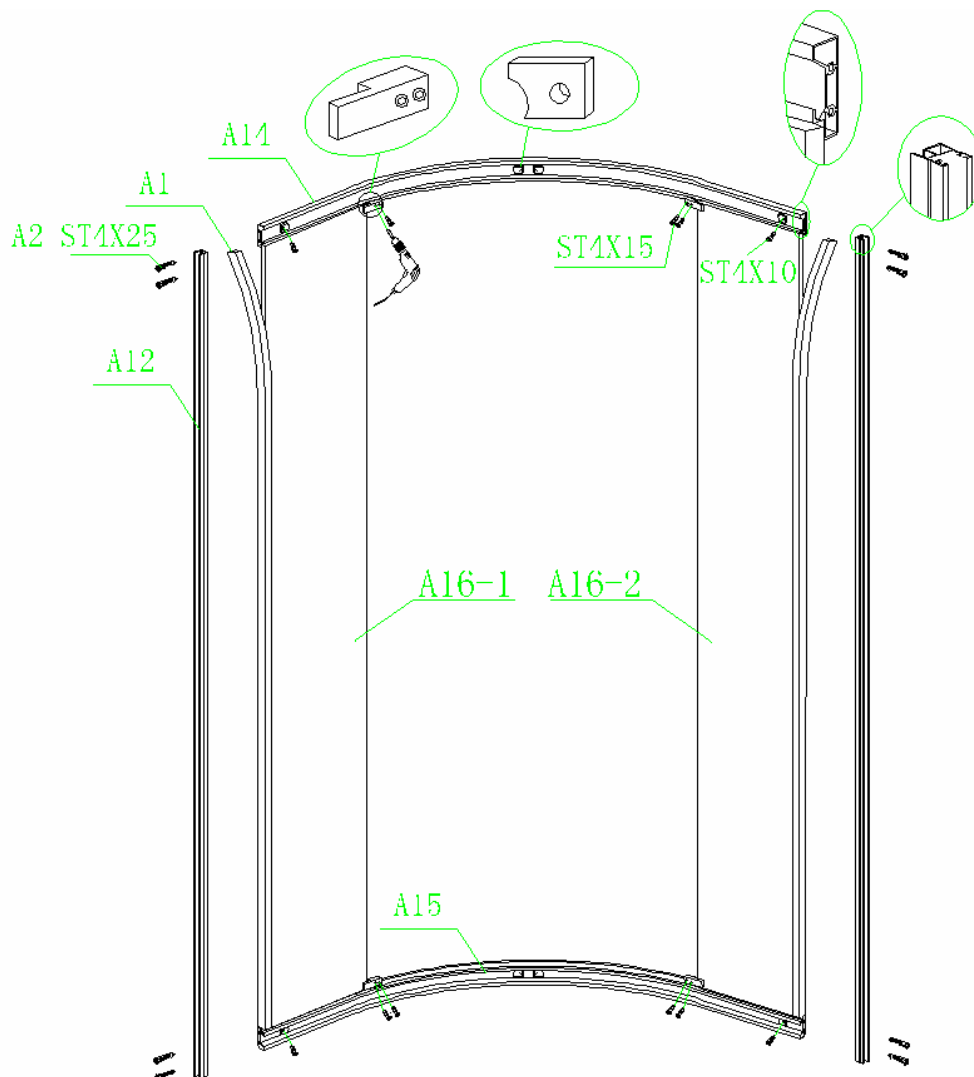

Fig. 1.
2. Fäst sidoprofilen (A12) på båda aluminiumskenorna (A14 och A15) med skruvarna ST4x25mm (A2). Se fig. 1.